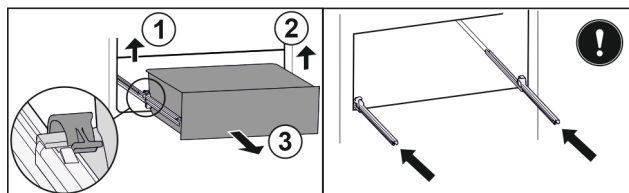

Fig. 90
- ▶ Levante la brida izquierda y, simultáneamente, tire de la parte izquierda del cajón hacia delante. Fig. 90 (1)
- ▶ Levante la brida derecha y, simultáneamente, tire de la parte derecha del cajón hacia delante. Fig. 90 (2)
- ▶ Extraiga el cajón hacia delante. Fig. 90 (3)